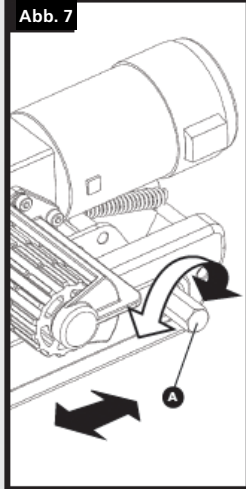

Abb. 8
Packen Sie alle Komponenten aus und überprüfen Sie, ob alle Teile vorhanden sind (siehe Verpackungsinhalt Abb. A). Stellen Sie vor und während der gesamten Installation sicher, dass die Rangierhilfe in der AUSGESCHALTET Position bleibt (Abb. 8), da die Einheit sonst nicht korrekt montiert werden kann.
Wenn die Hauptbaugruppe lose auf dem Fahrgestell montiert ist, schieben Sie die gesamte Baugruppe entlang des Fahrgestells, bis die Rollen 20 mm von der Oberfläche jedes Reifens entfernt sind (Abb.8). Zum Einstellen dieses Abstands sind zwei 20-mm-Abstandshalter (30) vorgesehen. Beachten Sie, dass sich die Antriebseinheiten in der ausgerückten Position befinden sollten, wenn der 20-mm-Abstand eingestellt ist. Achten Sie bei der Einstellung des Abstands darauf, dass die Rollen beider Antriebseinheiten sowohl horizontal als auch vertikal mittig zu den Fahrzeugreifen ausgerichtet sind, um den bestmöglichen Radkontakt zu gewährleisten (siehe Abb. 10 als Referenz). Wenn die Rollenbreiten die des Reifens überschreiten, ist darauf zu achten, dass das Ende der Rolle mit der Außenwand des Reifens eine gemeinsame Flucht bildet. Ein Überstand an der Innenwand des Reifens ist bei dünneren Reifen akzeptabel und sollte die Funktion oder Haftung nicht drastisch beeinträchtigen.
Um die Rollen zu lösen, setzen Sie das Werkzeug einfach wieder auf eine der Spindeln und drehen Sie es vom Reifen weg. Bitte beachten Sie, dass Sie anfangs einen kleinen Widerstand spüren, wenn Sie die Nocke aus ihrer verriegelten Position lösen; die Feder erledigt dann den Rest der Arbeit und zieht die Rolle vom Reifen weg und in die vollständig gelöste Position (Abb.8).
Prüfen Sie regelmäßig, ob die Rollen der Antriebseinheiten frei von Schmutz oder Ablagerungen sind, die sich während des Gebrauchs oder während der Stillstandszeiten angesammelt haben. Bitte überprüfen Sie regelmäßig den Abstand zwischen den Rollen und den Reifen. In der neutralen, vollständig ausgekuppelten Position (Abb.8) muss dieser 20 mm betragen.